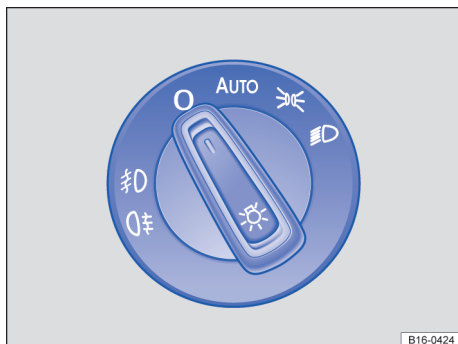

Fig. 76 Ao lado do volante: interruptor de luzes (uma variante).
- **Ligar o farol de neblina** : puxe o interruptor das luzes para fora → Fig. 76, até a primeira ranhura. A luz de controle  no interruptor de luz acende na cor verde.